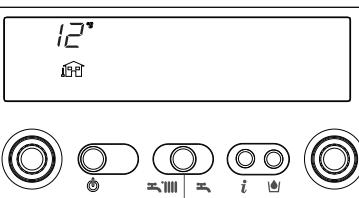

Fig. 30
**Info 1** uniquement si la sonde extérieure est branchée, affiche la température extérieure (par ex. 12 °C) (fig. 30). Les valeurs affichées sont comprises entre - 40 °C et 40 °C. Au-delà de ces valeurs, l'afficheur montre "- -"